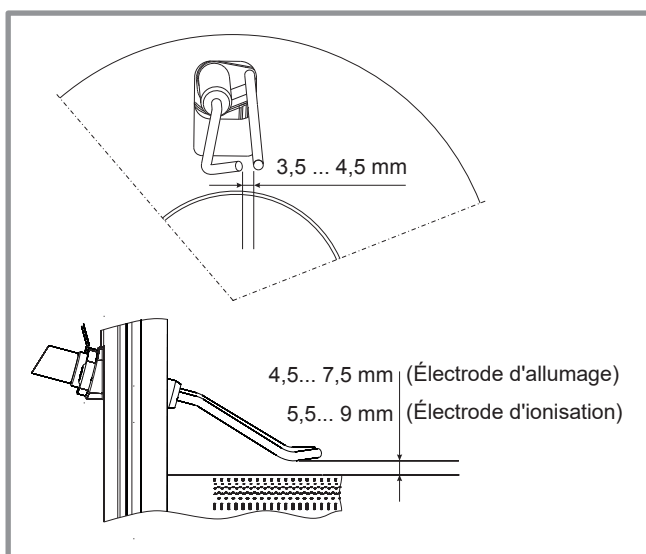

figure 64 - Réglage des électrodes
- Vérifier l'écartement et le positionnement des électrodes (figure 64).